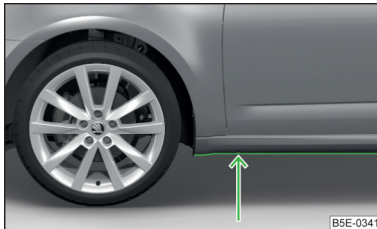

Abb. 248
- Daher vor einer Wasserdurchfahrt die Wassertiefe feststellen. Der Wasserstand darf maximal an die Unterkante des Unterholms reichen » Abb. 248.